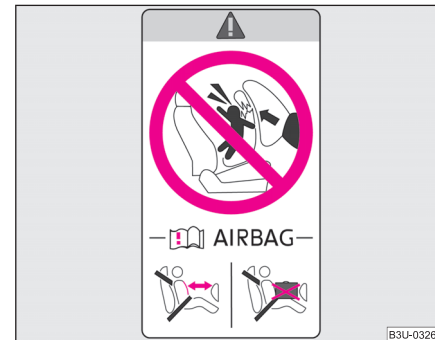

Abb. 124 Aufkleber an der mittleren Karoseriesäule auf der Beifahrerseite
- Auf diese Tatsache weist auch der Aufkleber hin, der sich an der mittleren Karoseriesäule auf der Beifahrerseite befindet ⇒ Abb. 124. Der Aufkleber ist nach dem Öffnen der Beifahrertür sichtbar.